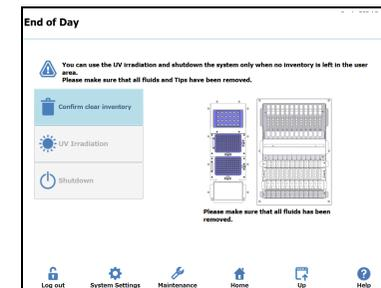

Figure 17: Ecran End of Day (Fin de la Journée).
26. Dans l'écran principal du logiciel, sélectionner "End of Day" (Fin de la Journée) pour afficher l'écran suivant (Figure 17).